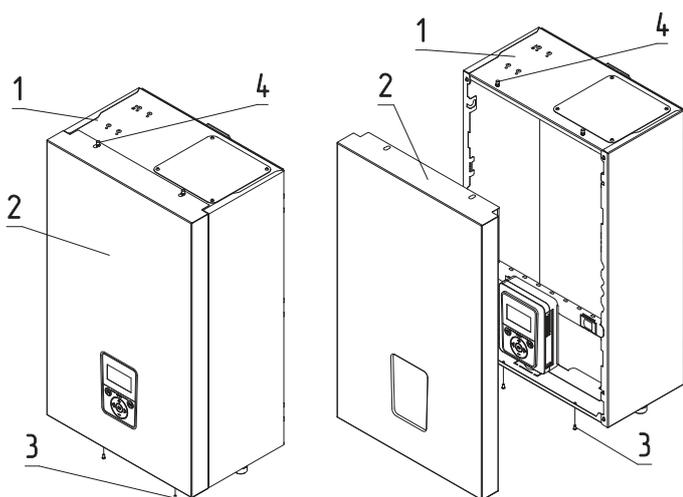

Рис.13 Снятие кожуха
- Выкрутить болты крепления (Рис.13, поз.3);
- Переместить кожух вверх, сняв с зацепов (Рис.13, поз.4);